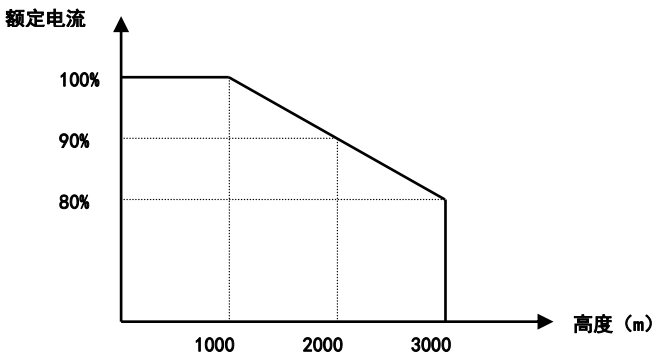

图 1-1 变频器额定电流与海拔高度降额曲线图
- ◇在海拔高度超过 1000 米的地区，由于空气稀薄造成变频器的散热效果变差，有必要降额使用。图 1-1 所示为变频器的额定电流与海拔高度的关系曲线。